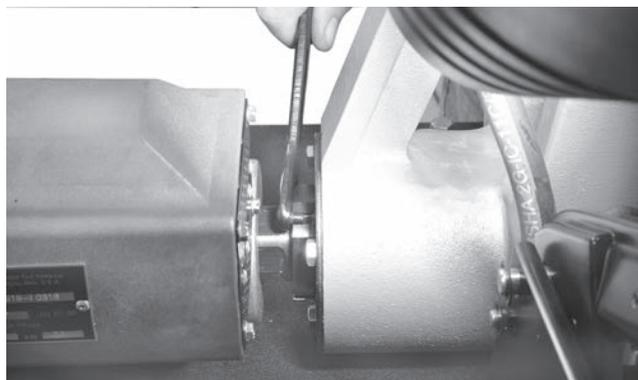

Figure 25 – Desserrer et retirer l'écrou de retenue de l'arbre d'entraînement
4. Utilisez la clé fournie pour retirer l'écrou de retenue du roulement d'arbre d'entraînement. (Figure 25).